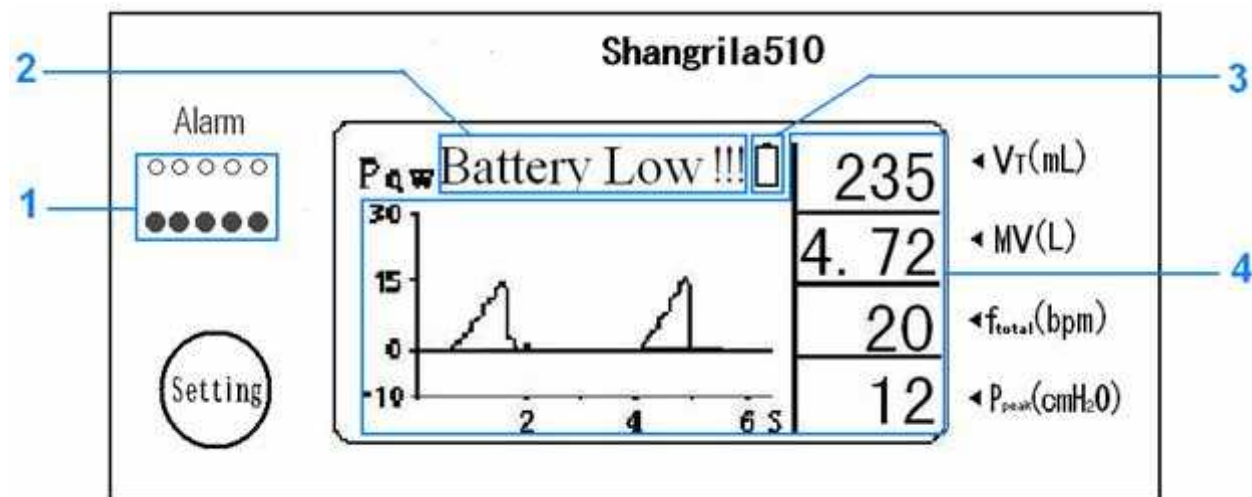

Figura 1-2 Area Display
La Figura 1-2 mostra l'area display, che comprende 4 parti:
- Nella Figura 1-2 è presente il tasto "Setting". Premendolo lo schermo cambierà visualizzazione mostrando le regolazioni. Premerlo nuovamente o attendere 30 secondi per tornare alla pagina principale.